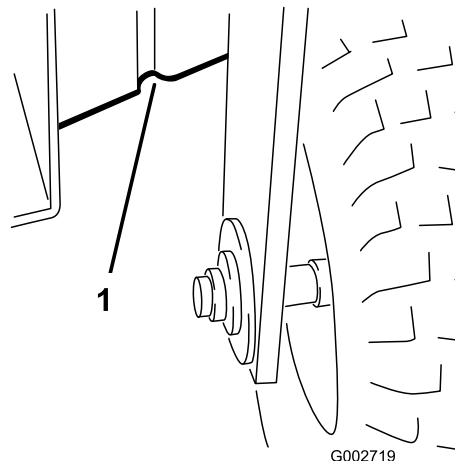

Рисунок 21
- Спереди – под рамой, за передним колесом (Рисунок 21).